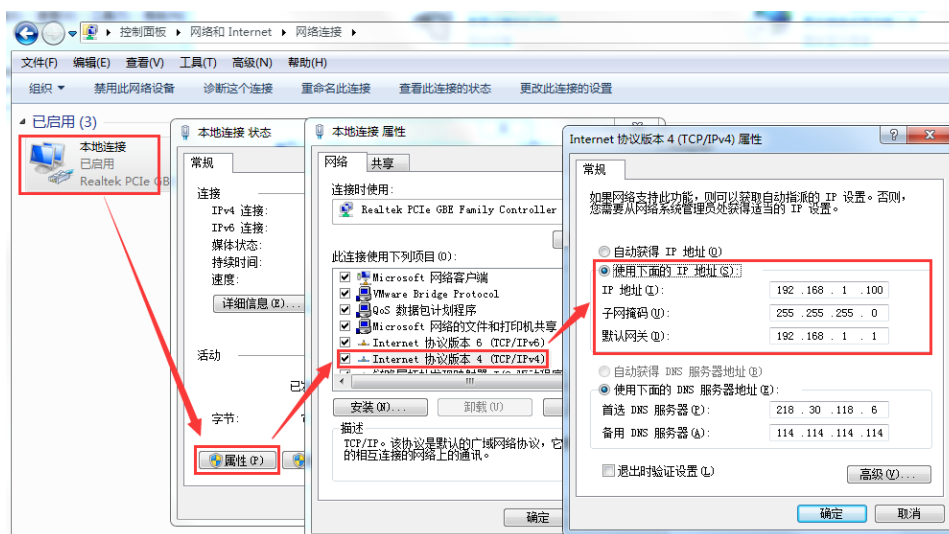

图 2.4 电脑 IP 设置方法
3. 确保电脑 IP 与串口服务器 IP 在同一网段且不能冲突。检查方法如图 2.4 所示。